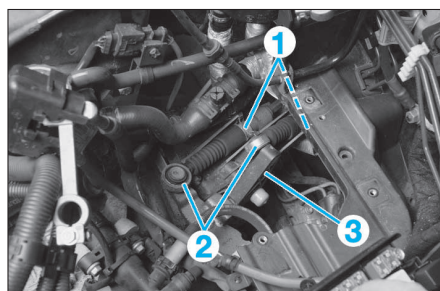

FIG. 4
• Décrocher les câbles des clips (1) (Fig.4).